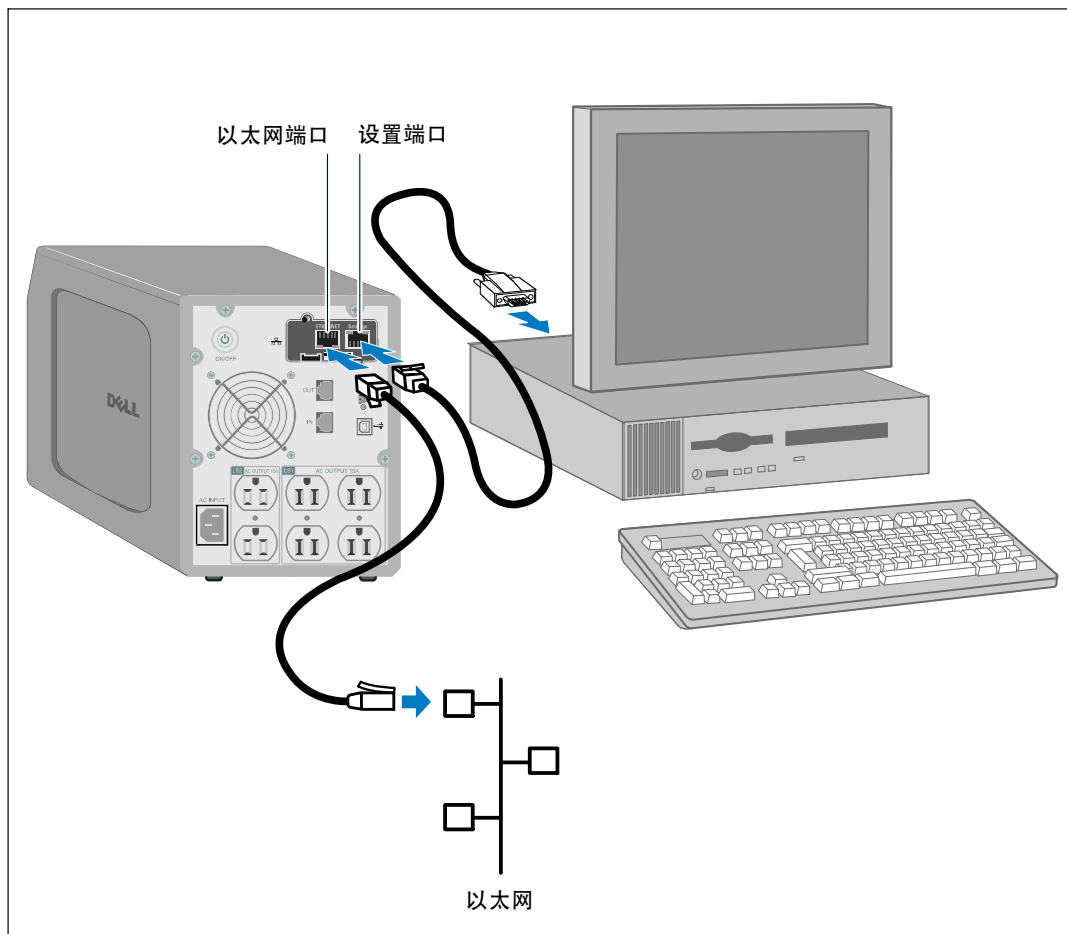

图 5. 连接网络管理卡
- 1 将提供的串行电缆的 RJ-45 端插入卡上的设置端口（参见 图 5）。
- 3 将有效的以太网网线（未提供）连接到 Dell 网络管理卡上的以太网端口（参见图 5）。等待约两分钟，直到 UPS 数据灯正常闪烁，表示进入正常工作状态。